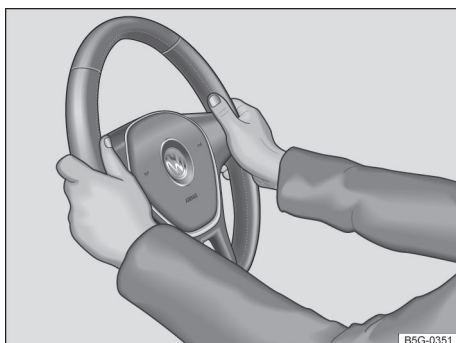

Fig. 65 En el volante: posición equivalente a las 9 y las 3 horas.
2. Ajuste el volante de forma que pueda sujetarlo con ambas manos por los lados, por su parte exterior, en la posición equivalente a las 9 y las 3 horas → fig. 65 con los brazos ligeramente flexionados.